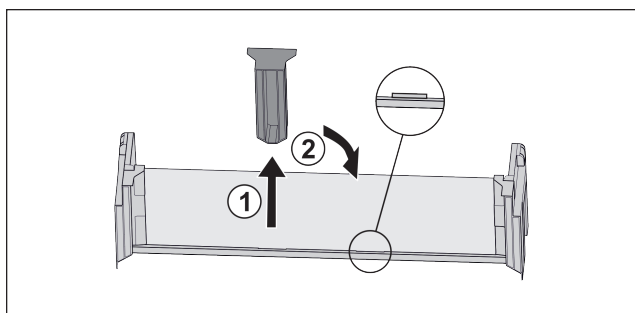

Fig. 103
- ▶ Tõmmake keskmine hoidedetail maha Fig. 103 (1).
- ▶ Pange keskmine hoidedetail teises positsioonis sisse Fig. 103 (2).